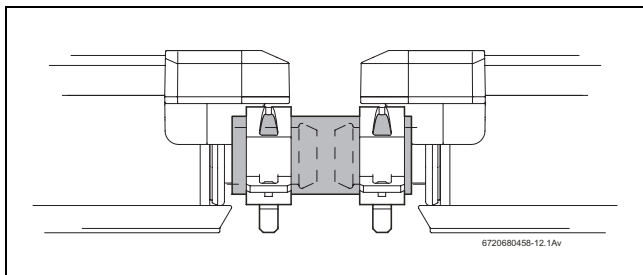

Fig. 42 Tubo di gomma per solare con fascette stringitubo correttamente posizionate
- Fissare tutti i tubi di gomma per solare agli attacchi dei collettori con una fascetta stringitubo (fig. 42).